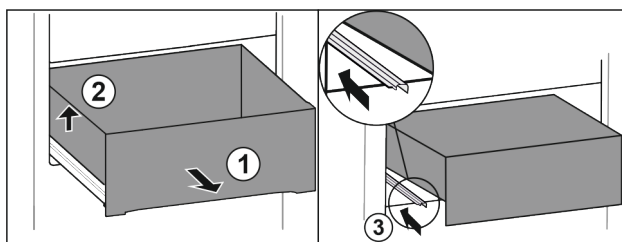

Fig. 62
- ▶ Вытяните выдвижной ящик до упора. Fig. 62 (1)
- ▶ Приподнимите выдвижной ящик слева. Fig. 62 (2)
- ▶ Вставьте левую направляющую. Fig. 62 (3)